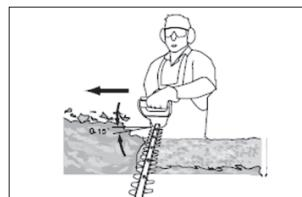

Fig.2
5. Depois de cortar os lados, vá para o topo. Tente manter o dispositivo de corte em ângulo de aproximadamente 15 ° em relação à superfície de corte (fig. 2).